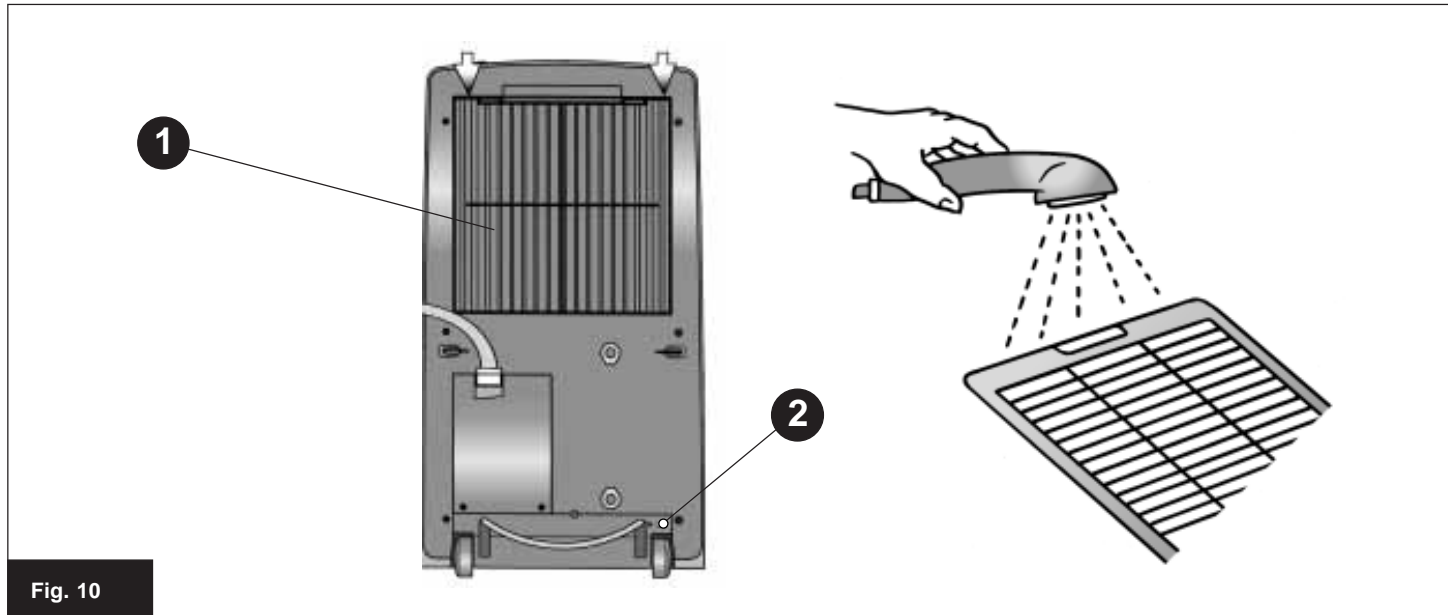

Fig. 10
Prima di effettuare il trasporto scaricare completamente l'acqua di condensa aprendo il tappo (fig. 10/2).
Il doit se faire en position verticale. Dans le cas de transport en position horizontale, attendre au moins une heure avant de le mettre en marche. Avant d'effectuer le transport, vidanger complètement la condensation en enlevant le bouchon (Fig.10/2).
Prior to transport, always open the plug (fig. 10/2) and drain all the condensation.
Vor dem Transport erst das Kondenswasser vollständig ablassen. Dazu den Stöpsel entfernen (Abb. 10/2).
Antes de efectuar el transporte vaciar completamente el agua de la condensación abriendo la tapa (fig. 10/2).
- Premere le due linguette della griglia posteriore ed estrarla (fig. 10/1).
- Appuyer sur les deux languettes de la grille arrière et la sortir (Fig.10/1).
- Press the two tabs of the rear grille and remove it (fig. 10/1).
- Die zwei Federkeile des hinteren Gitters drücken und das Gitter herausziehen (Abb. 10/1).
- Apretar las dos lengüetas de la rejilla trasera y sacarla (fig. 10/1).
Als de airconditioner liggend verplaatst wordt dan moet u minimaal één uur wachten voordat u de airconditioner in werking kunt stellen. Alvorens de airconditioner te gaan verplaatsen moet u het condenswater eerst helemaal weg laten lopen door de dop (fig. 10/2) open te draaien.
- Duw de beide lipjes van het rooster aan de achterkant in en haal het rooster (fig. 10/1) eruit.